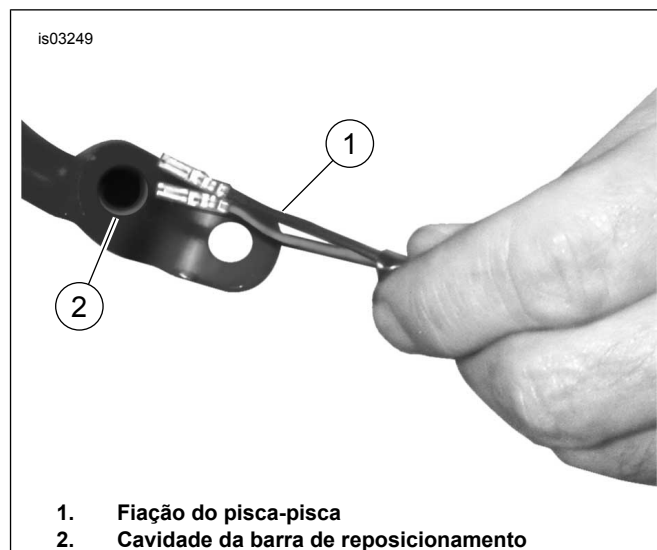

Figura 6. Orientação da fiação do pisca-pisca
1. Veja a Figura 6. Passe a fiação da lâmpada através do suporte de reposicionamento do pisca-pisca.